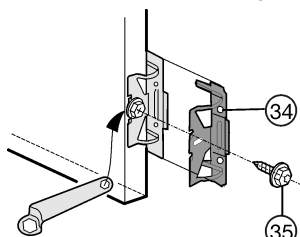

Fig. 9
- Visser tous les étriers Fig. 9 (34) sur les trous prépercés de la porte de l'appareil à l'aide d'une vis à tête hexagonale Fig. 9 (35).
- ▶ installer une troisième paire d'étriers Fig. 9 (34).